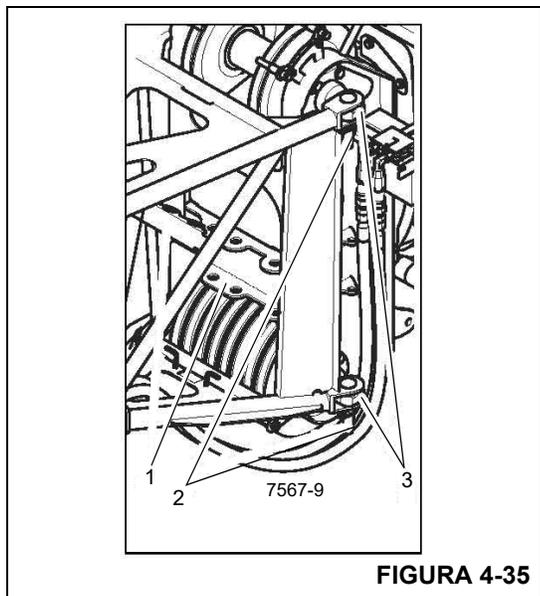

FIGURA 4-35
16. Utilizando una escalerilla o un dispositivo de levante adecuado, retire las pinzas de retención y tire de los pasadores para sacarlos de los sujetadores (1) (Figura 4-35). Instale los pasadores (2) en las orejetas de conexión (3). Fije con las pinzas de retención.
15. Utilizando una escalerilla o un dispositivo de levante adecuado, retire las pinzas de retención y tire de los pasadores para sacarlos de los sujetadores (1) (Figura 4-35). Instale los pasadores (2) en las orejetas de conexión (3). Fije con las pinzas de retención.